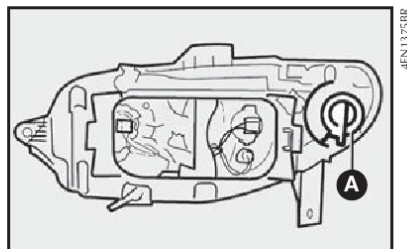

fig. 18
1) retirar o porta-lâmpadas **A**-fig. 18 girando-o no sentido horário.